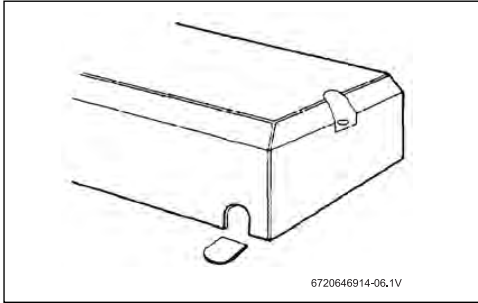

Fig. 9 Cubierta de la unidad
- ▶ Si va a ser a través de la cubierta inferior, corte el saliente de plástico para exponer la funda de goma (Fig. 9 ):